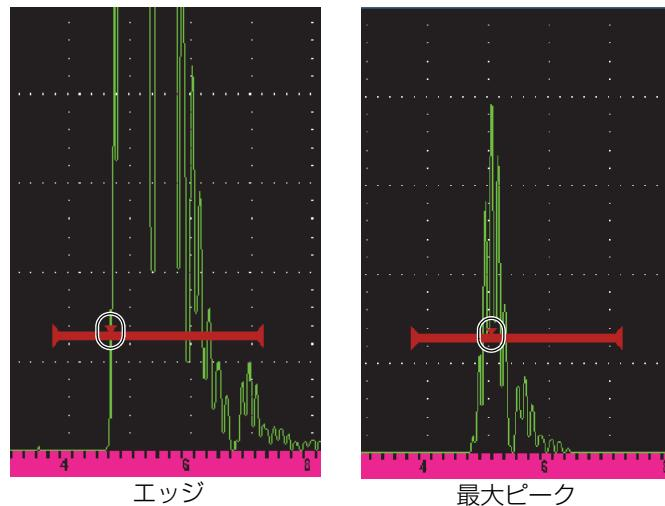

図 3-10 エッジモードおよび最大ピークモードでトリガー
- **エッジ**：ゲートをクロスする信号の最初のクロスポイントの位置に基づく測定値 (72 ページの図 3-10 参照)。
- **最大ピーク**：ゲート設定された範囲内にある一番大きいピーク位置に基づく測定値 (ゲートをクロスする必要はありません) を取得します。72 ページの図 3-10 を参照。